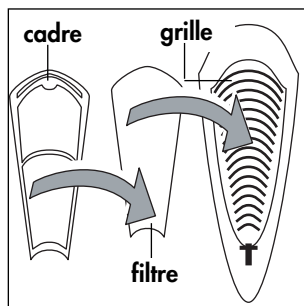

Fig. 16
- 1) Positionnez le filtre le côté foncé tourné vers la grille en plastique, puis le cadre. (fig. 16).